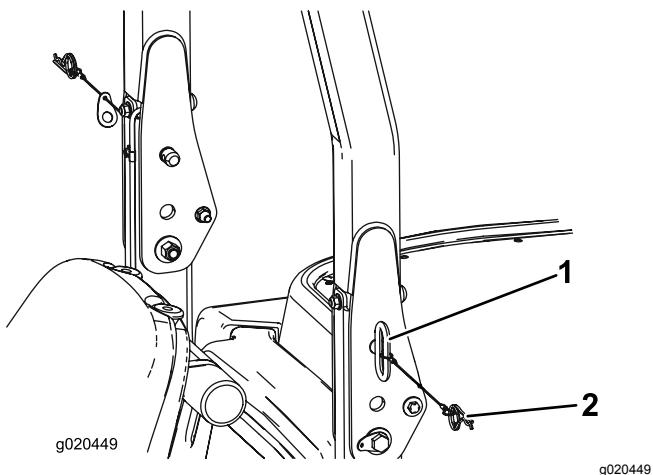

Figura 55
1. Per abbassare il roll bar rimuovete le coppiglie e le due spine (Figura 55).